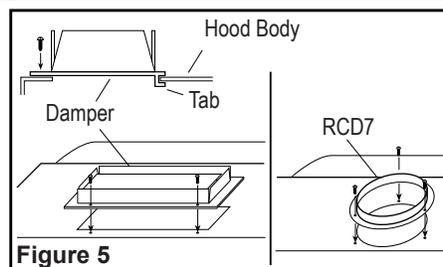

Figure 5
- For 3-1/4" x 10" vertical or horizontal ducting, install the damper assembly to the hood by sliding the tabbed section of the damper under the hood body and securing with the two provided screws. For 7" round ducting, secure with a model RCD7 Duct Collar (included with AVR series ONLY) to the hood with the three provided screws. Using approved duct tape, tape around the collar to seal off any air leaks (Figure 5).
- Pour un conduit vertical ou horizontal de 8,25 x 25,4 cm (3-1/4 po x 10 po), installer l'assemblage de clapet à la hotte en glissant la section à onglets du clapet sous le corps de la hotte et en vissant les deux vis fournies. Pour un conduit rond de 17,78 cm (7 po), fixer un clapet modèle RDC7 (inclus avec la série AVR SEULEMENT) à la hotte avec les 3 vis fournies. À l'aide de ruban adhésif approuvé, appliquez autour du col pour sceller les fuites d'air (Figure 5).